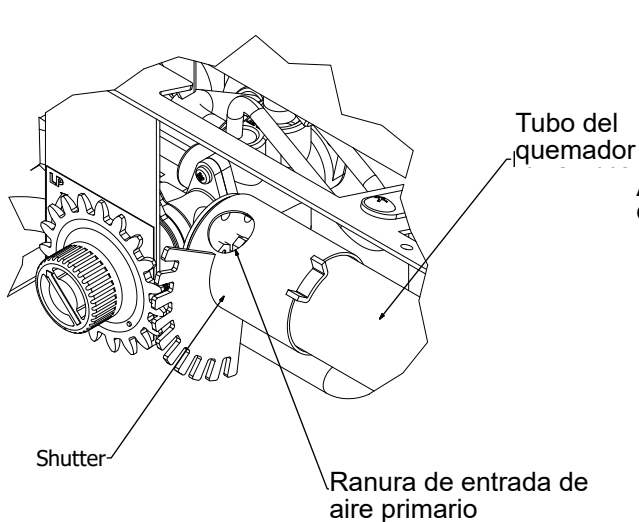

Fig. 33 - Ranura de entrada de aire primario en el tubo del quemador
2. Inspeccione el quemador, el piloto y los agujeros de entrada de aire primario en el porta orificio en busca de polvo y suciedad (Ver Fig. 33).